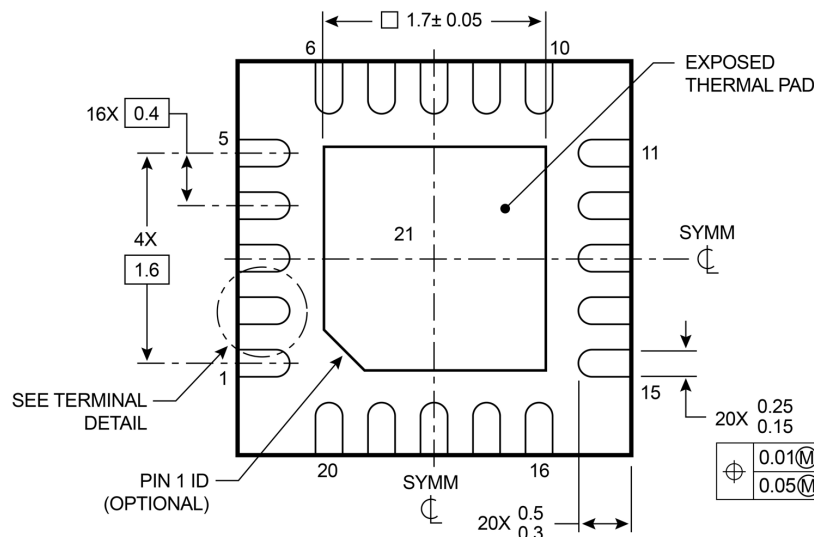

图 1. 采用 20 引脚 0.8mm QFN 封装的 MSPM0C1104 图纸
- **四方扁平无引线封装 (QFN)** QFN 封装不使用传统的引线，而是由塑料外壳边缘周围的扁平触点和底部的裸露导热垫组成，以提高导热性能。图 1 显示了 MSPM0C1104 的封装图，这是一款 20 引脚微控制器，尺寸仅为 9mm^2 。